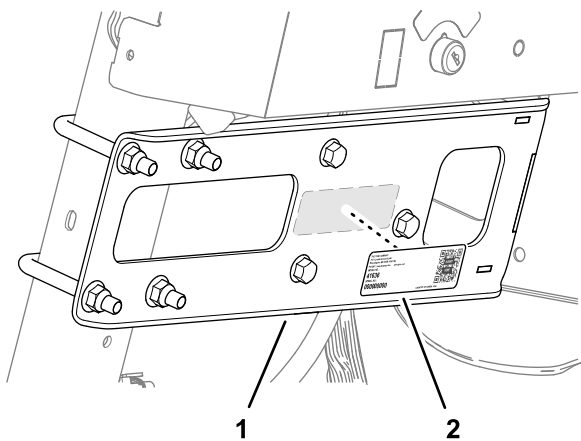

Figure 77
2. Apposez l'autocollant sur le support de collecteur, comme montré à la Figure 77.